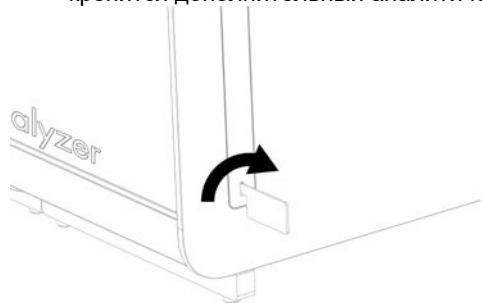

Рис. 13. Удаление защитных накладок.
- 1e. Снимите защитные накладки с боковой стороны аналитического модуля: здесь крепится дополнительный аналитический модуль (рис. 13).